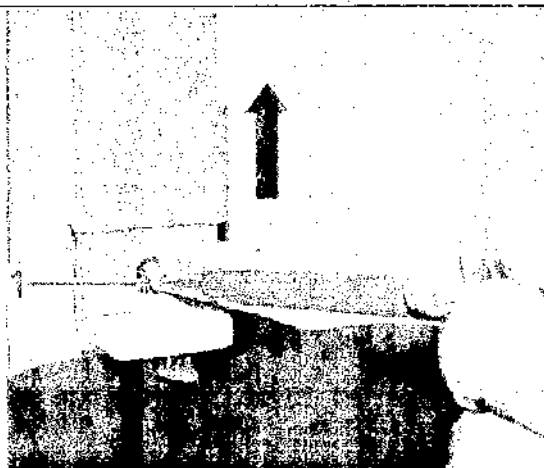

Рис. 87: Прочистка патрубка охлаждения
22. Прочистить патрубок охлаждения (рис. 87/1) стержнем из стекловолокна. Для этого следует поднять крышку подъемника.